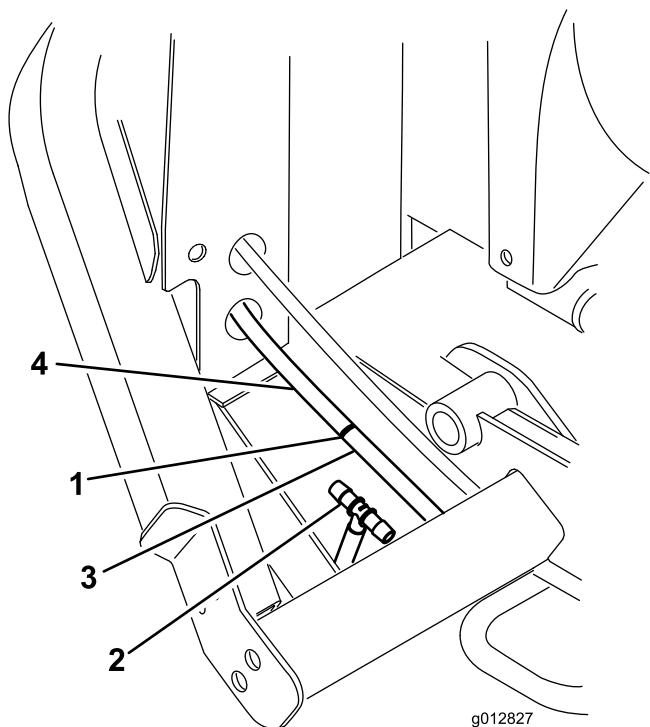

図 17
B. ラジエターのフレームからおよそ127mmのところで戻りホースを切断する図 17。